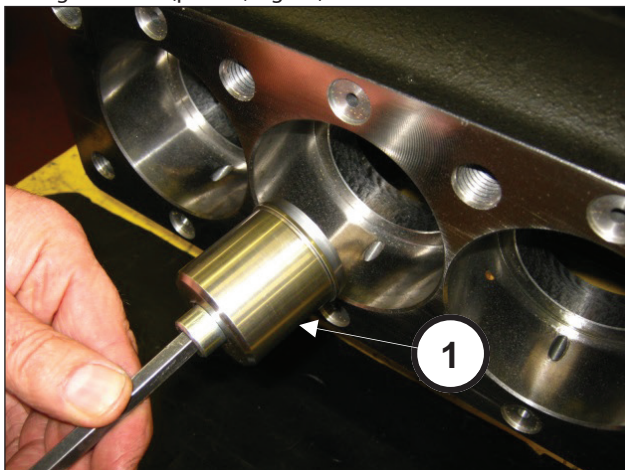
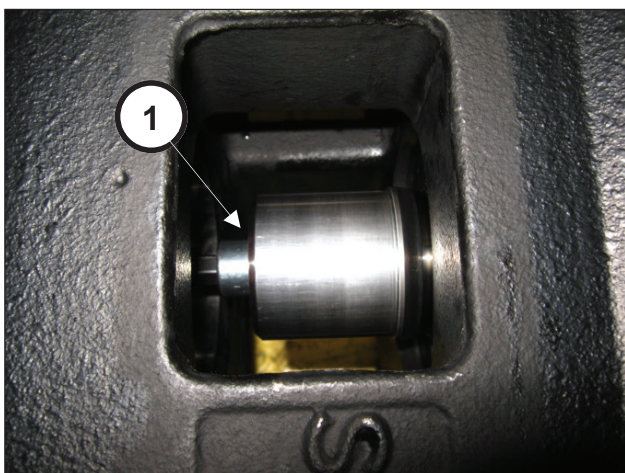

Fig. 34
Fig. 35
Introducir la herramienta (pos. ①, Fig. 34) y enroscarla en el vástago a fondo (pos. ①, Fig. 35).
Comprobar que el cárter esté limpio e introducir el grupo semibiela-guía pistón dentro de las levas del cárter (pos. ①, Fig. 35).
Bloquear los tres grupos con la herramienta cód. 27566200, (pos. ①, Fig. 34).